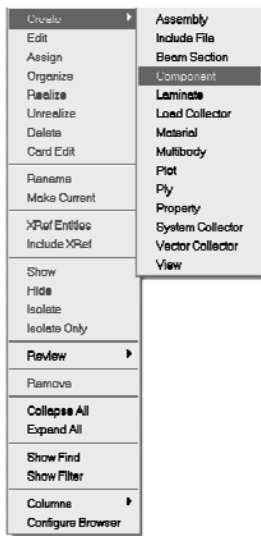

图 2-36 创建 component
- (1) 在 Model Browser 中的空白处单击右键。
- (2) 在弹出菜单中选择 Create > Component 命令。
- (3) 在 Name 文本框中输入 component1。
- (4) 单击 Color 下拉列表框选择“粉红色”。
- (5) 单击 Create 按钮。
- (6) 在 Model Browser 中，单击 Components 前的“+”号展开，可以看到 Component1 为粗体，表明其为当前 component，如图 2-36、图 2-37 所示。